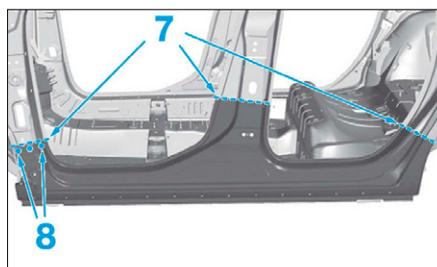

FIG. 101
- par cordon MAG en (7) puis par points bouchons MAG en (8) (**Fig.101**),